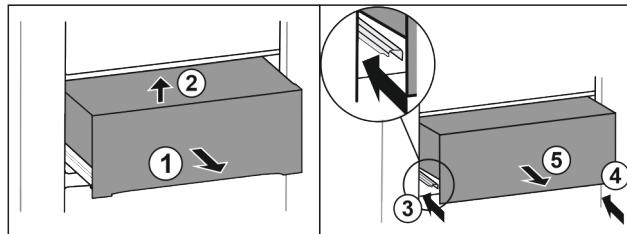

Fig. 36
- Vytiahnite zásuvku do polovice. Fig. 36 (1)
► Nadvihnite zásuvku vpred. Fig. 36 (2)
► Zasuňte ľavú koľajničku. Fig. 36 (3)
► Zasuňte pravú koľajničku. Fig. 36 (4)
► Odoberte zásuvku dopredu. Fig. 36 (5)